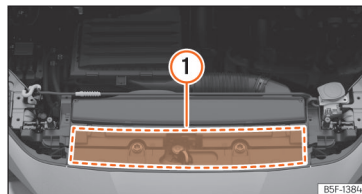

Abb. 176 Im Motorraum: Position des Aufklebers mit Motoröl-Spezifikationen
>>> [Abb. 176] ①. Bei Verwendung des empfohlenen Motoröls kann das Motoröl so oft wie erforderlich nachgefüllt werden.